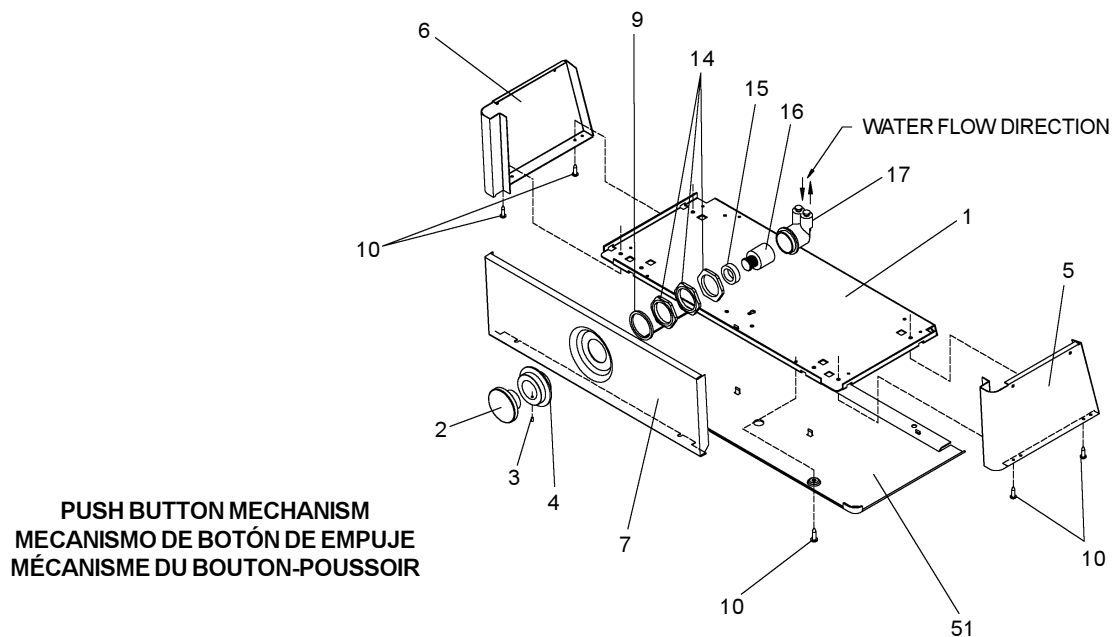
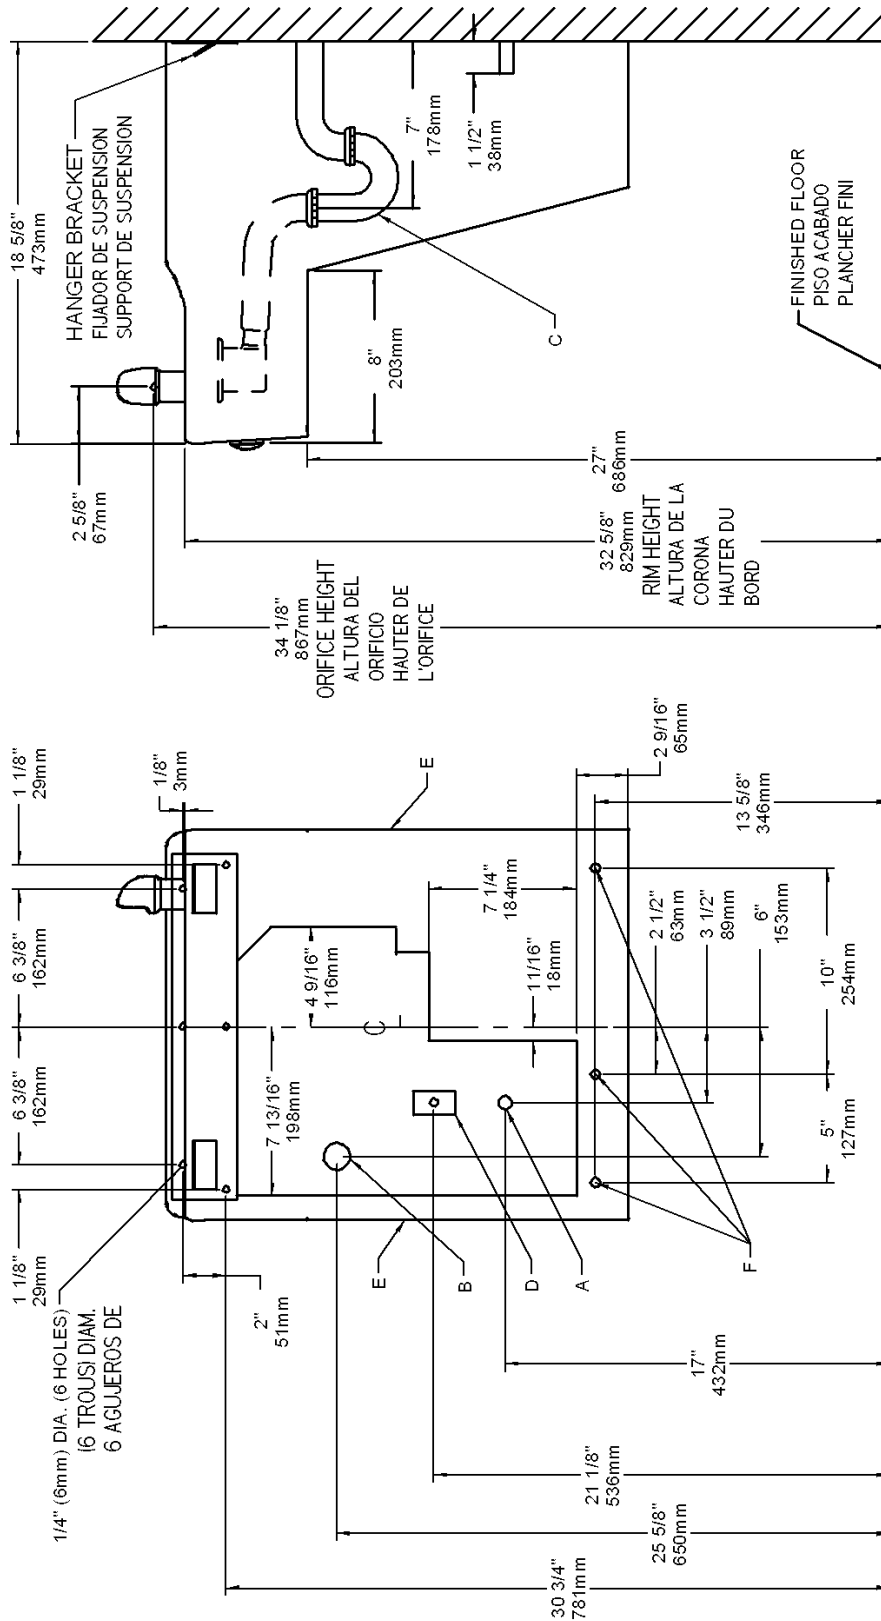

FIG.2
FIG 3
- 1) Remove hanger bracket fastened to back of cooler by removing one (1) screw.
- 2) Mount the hanger bracket and trap as shown in Figure 3.
- Anchor hanger securely to wall using all six (6) 1/4 in. dia. mounting holes.
- 4) Hang the cooler on the hanger bracket. Be certain the hanger bracket is engaged properly in the slots on the cooler back as shown in Figure 3.
- 5) Loosen the two (2) screws holding the lower front panel at the bottom of cooler base and two (2) screws at the top. Remove the front panel and set aside.
- 7) Remove the slip nut and gasket from the trap and install them on the cooler waste line making sure that the end of the waste line fits into the trap. Assemble the slip nut and gasket to the trap and tighten securely. Recommend fastening cooler to wall using 7/16 bolt holes. (see fig.3, "F")
- 8) Stream height is factory set at 45-50 PSI. If supply pressure varies greatly from this, adjust screw, accessible by removing Item 2, Fig. 2. CW adjustment will raise stream and CCW adjustment will lower stream. For best adjustment, stream should hit basin approximately 6-1/2" (165mm) from bubbler.
- 1) Quite el fijador de suspensión sujetados a la parte posterior del enfriador quitando un (1) tornillo.
- 2) Monte el fijador de suspensión y quite el purgador como se muestra en la Fig.3.
- Ancle el suspensor de forma segura a la pared usando todos los seis (6) agujeros de montaje de 1/4" de diámetro.
- 1) Retirez le support de suspension à l'arrière du refroidisseur en enlevant une (1) vis.
- 2) Installez le support et le siphon tel qu'indiqué à la fig. 3.
- Ancrez solidement le support au mur à l'aide des six (6) trous de fixation d'un diam. 1/4 po.
- 4) Installez le refroidisseur sur le support en vous assurant que ceux-ci sont bien installés dans les fentes à l'arrière du refroidisseur tel qu'indiqué à la figure 3.
- 5) Dégagez les deux (2) vis retenant le panneau inférieur avant au bas de la base du refroidisseur ainsi que deux (2) vis sur le dessus. Retirez le panneau avant et mettez-le de côté.
- 8) La pression du jet est réglée en usine 3,1 et 3,4 bars. Si la pression d'alimentation varie fortement de cette valeur, régler la vis, accessible en déposant l'article 2, fig. 2. Un réglage dans le sens des aiguilles d'une montre relève le jet, et un réglage dans le sens contraire l'abaisse. Pour un réglage optimum, le jet doit frapper le bassin à environ 165 mm du barboteur.